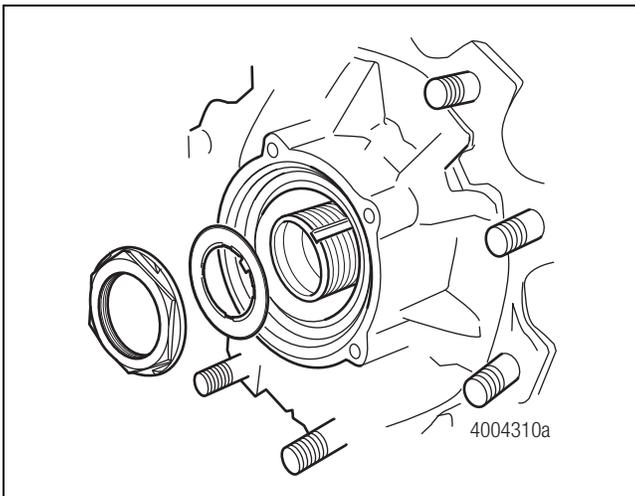

Figura 4.28
7. Retire la tuerca de espiga y la arandela de retención. Debido al alto par de torsión de instalación, es conveniente utilizar un multiplicador de par de torsión para retirar la tuerca de la espiga. Figura 4.28.